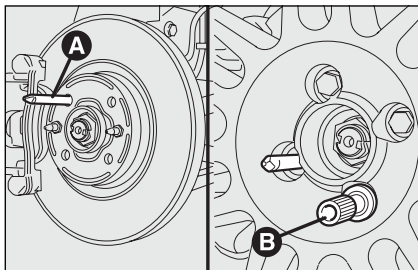

fig. 9
- draai de centreerpen **A**-fig. 9 in een van de boutgaten in de wielnaaf;